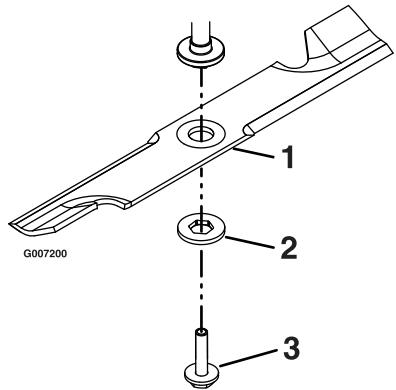

Figure 46
2. Laissez la clé sur le boulon, maintenez l'axe de lame immobile et, avec un chiffon ou un gant épais, essayez de faire tourner la lame. Si la lame tourne par rapport à la protection de l'axe sans serrer davantage le boulon, cela signifie que les deux rondelles élastiques sont aplatis ou endommagées et doivent donc être remplacées (Figure 46). Voir Dépose des lames et Pose des lames.
Tenez la lame à son extrémité avec un chiffon ou un gant épais (ou placez une clé sur l'écrou supérieur). Enlevez de l'axe l'ensemble boulon et rondelle, la rondelle et la lame (Figure 46).
1. Placez la lame sur l'axe (Figure 46).